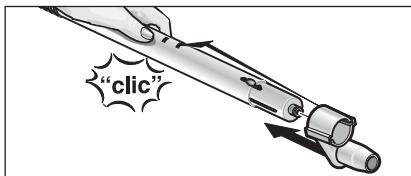

Рис. 4: приєднання паркового гака
- Надягніть парковий гак (G4) на нижню подовжуvalьну трубку так, щоб він закріпився у фіксаторі (G2) (див. рис. 4).